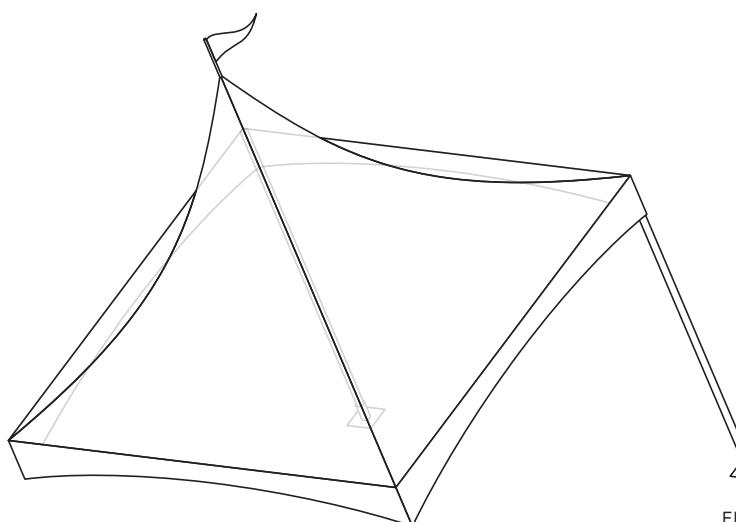
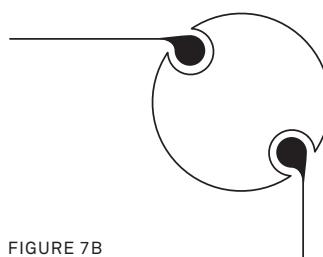

FIGURE 7A
FIGURE 7B
- Insérez deux piquets dans les connecteurs d'angle, du même côté, de manière à ce que la structure du toit repose de biais au sol (cf. la figure 7a). Veillez à ce que la section élargie de la rainure keder se trouve en haut des piquets verticaux et que les rainures soient disposées suivant un angle de 45° par rapport aux angles de la tente (figure 7b).